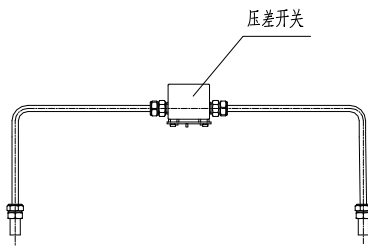

图 5
- 如果压差开关和电控系统没有故障，应继续检查控制管路中的管路是否已被污物堵塞，见管路图 5，拧开卡套接头，取下管子，用水清洗干净，重新装上。